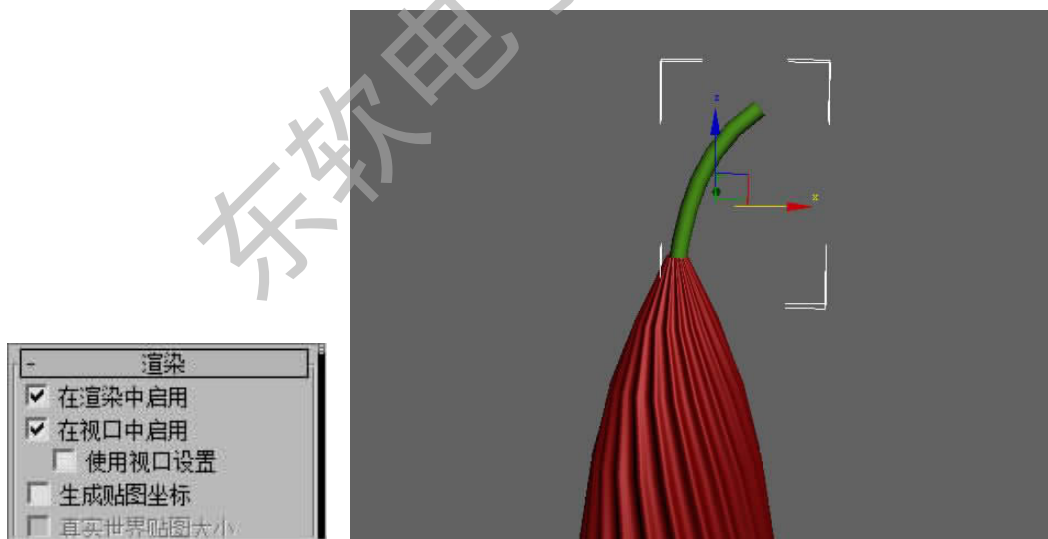

图 2-66 绘制蜡烛芯
Step 10. 绘制线,在蜡烛顶部创建蜡烛芯;并将“在渲染/视口中启用”的选项勾选,这样二维线就会被渲染为可视的三维对象,如图 2-66 所示。